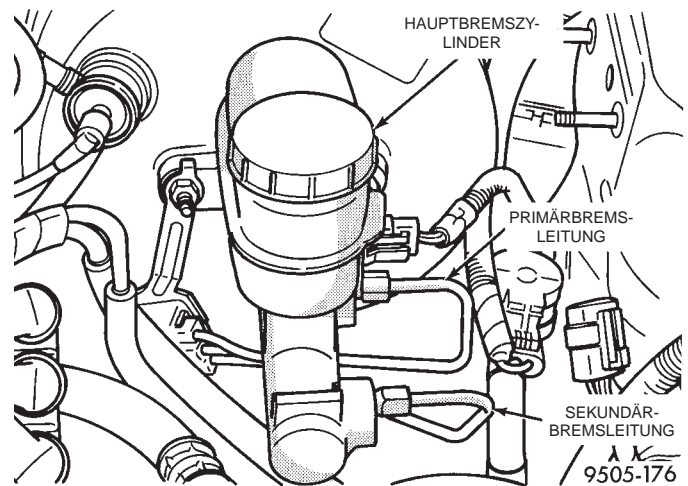

**Abb. 107 Fühler/Bremsflüssigkeitsstand am Hauptbremszylinder**
(8) Kabelbaumsteckverbinder vom Fühler/Bremsflüssigkeitsstand des Hauptbremszylinders abziehen (Abb. 107).
(12) Kabelbaumsteckverbinder wieder an den Fühler/Bremsflüssigkeitsstand des Hauptbremszylinders anschließen (Abb. 107).